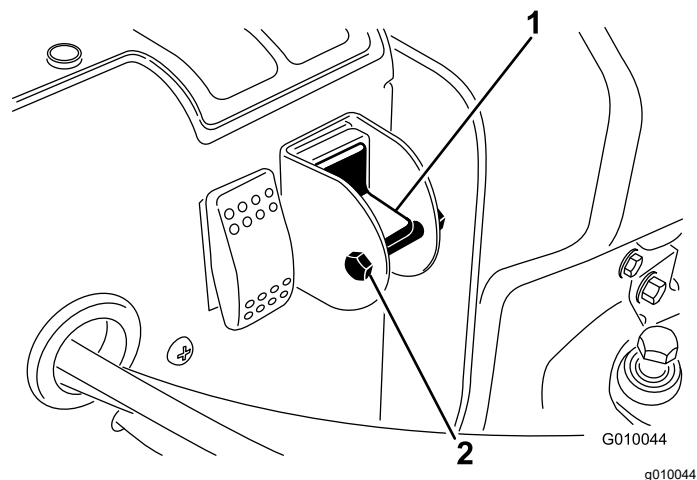

Рисунок 21
4. Снимите стопорный болт и гайку с переключателя выбора режима (Рисунок 21).